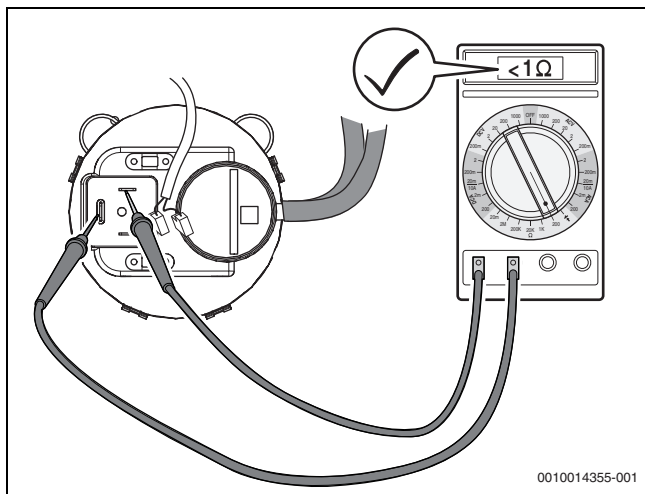
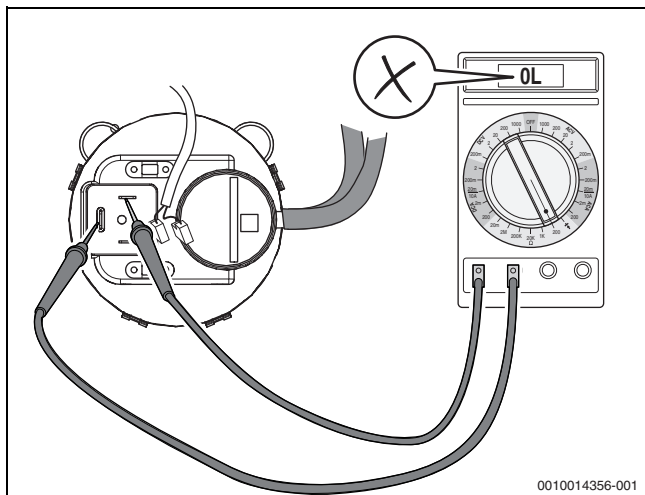

Bild 72 Differenzdruckwächter auf Durchgang prüfen (Differenzdruckwächter in Ordnung)
Bild 73 Differenzdruckwächter auf Durchgang prüfen (Differenzdruckwächter **nicht** in Ordnung)
- Elektrische Anschlussleitungen am Differenzdruckwächter abziehen und Widerstand an den Kontakten messen (→Bild 72). Wenn der gemessene Wert $< 1 \text{ Ohm}$ beträgt (oder Signalton, je nach Messgerät), ist der Differenzdruckwächter in Ordnung. Wenn kein Wert oder ein Widerstand $> 1 \text{ Ohm}$ angezeigt wird (→Bild 73), Differenzdruckwächter austauschen.